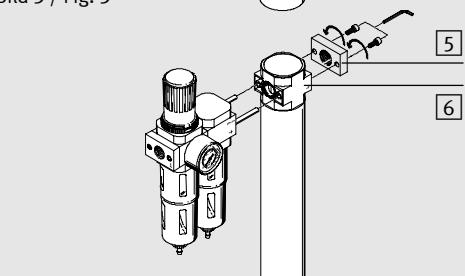

Bild 4 / Fig. 4
- Montieren Sie den LDM1-...-D-MAXI-... mit der Anschlussplatte am Grundgerät (siehe Bild 4).